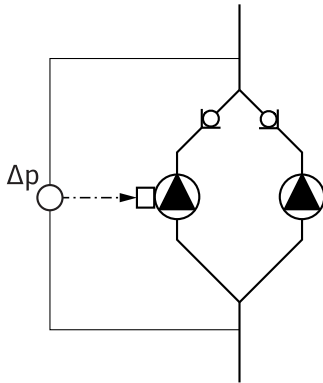

Fig. 13 : Exemple, raccord du capteur de pression différentielle
- Dans l'exemple présenté sur la fig. 13, la pompe maître est la pompe gauche dans le sens d'écoulement. Raccorder le capteur de pression différentielle sur cette pompe.
Les points de mesure du capteur de pression différentielle de la pompe maître doivent se trouver dans le tuyau collecteur concerné côté aspiration et refoulement de la station à double pompe (fig. 13).